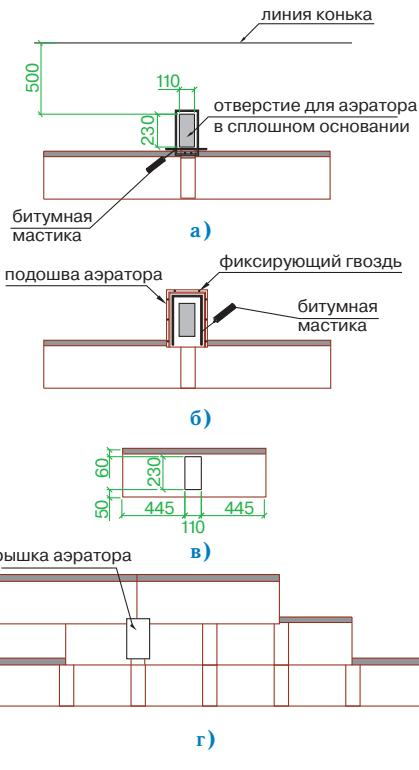

Рис. 5
Установка аэратора (рис. 5)
- В сплошном основании кровли прорезается отверстие 11×23 см, расположенное согласно рис. 5а;
- корпус аэратора устанавливается поверх отверстия и фиксируется гвоздями из нержавеющей стали; по верхней и боковым сторонам подошвы корпуса также наносится битумная мастика (рис. 5б);
- далее укладывается очередной ряд черепицы; подошва аэратора при этом закрывается листом ПРЕСТИЖ ВИЗАНТИЯ с заранее прорезанным в нем отверстием (рис. 5в);
- на корпус аэратора устанавливается крышка, которая фиксируется нажатием (до щелчка) (рис. 5г).